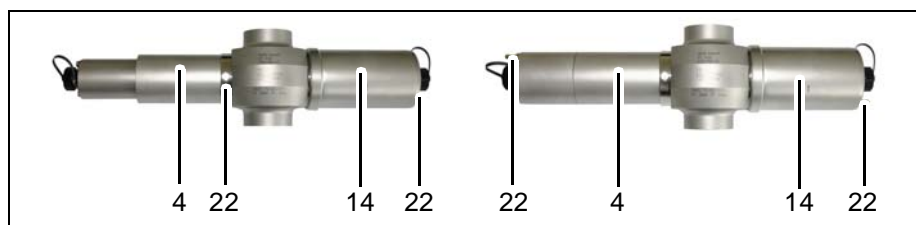

Fig. 10 Conexiones de aire de soplado en el aro de la ventana (imagen izquierda) y carcasa de los componentes ópticos y brazo del detector (imagen derecha)
3. Atornille las conexiones de aire de soplado (22, Fig. 10).
4. Encaje los tubos flexibles de aire de soplado en las conexiones de aire de soplado (22).